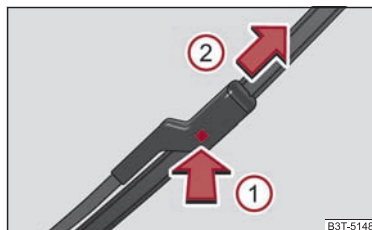

Fig. 65 Lamela ștergătorului de parbriz
- Apăsați siguranța ① ⇒ fig. 65, pentru a debloca lamela, și trageți-o în direcția indicată de săgeată ②.